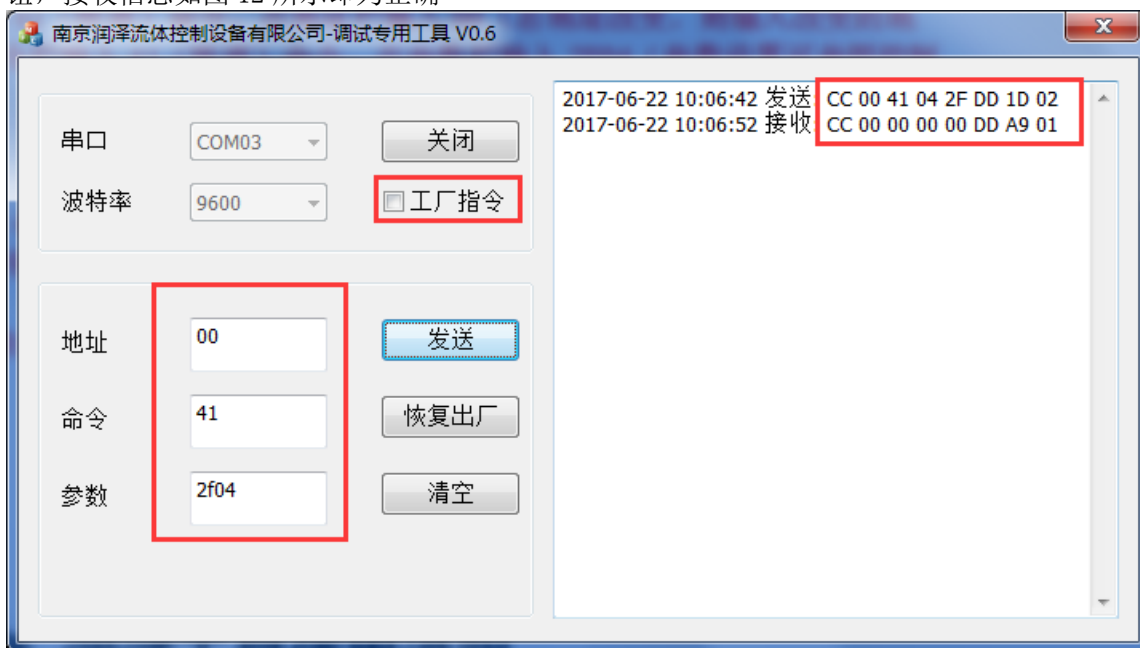

图 12
2、使用 41（吸液）命令，在地址栏输入 00（若地址改变，则输入改变的地址），在命令栏输入 41（吸液）命令，在参数栏输入 2F04（参数设置可参照控制指令），点击发送按钮，接收信息如图 12 所示即为正确